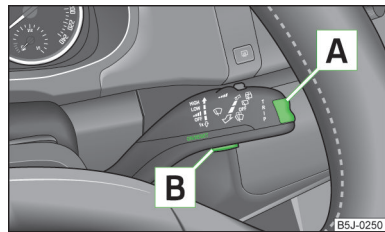

Fig. 22
La conmutación de las memorias se efectúa con la tecla **B** » fig. 22 de la página 32 en la palanca del limpiaparabrisas.
La tecla basculante para elegir las opciones de menú **A** » fig. 22 y la tecla **B** se encuentran en la palanca de limpiaparabrisas.
» Pulse brevemente la tecla basculante **A** » fig. 22 arriba y abajo. De ese modo se activan, una tras otra, las opciones individuales del indicador multifunción.
» Pulse ligeramente la tecla **B** » fig. 22.
» Pulse la tecla **B** » fig. 22 durante un lapso prolongado.
- Con la tecla **[A]** » *fig. 22 de la página 32*, seleccione la opción de menú **Advert. veloc.** (pantalla MAXI DOT) o  (pantalla de segmentos), respectivamente.